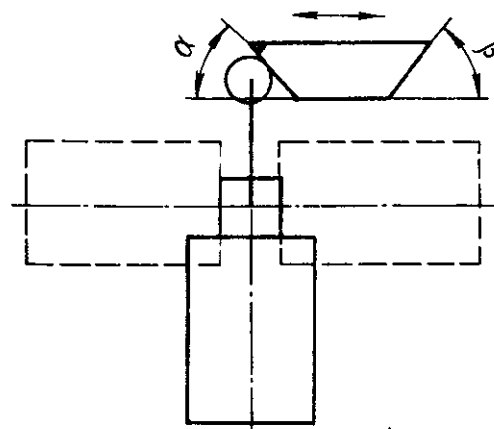

Рис. 3.
5. Выключатели с приводами *рычаг с роликом* и *селективный* (рис. 3) предназначены для работы с проходным реверсивным и нереверсивным упорами, но могут работать и с непроходным реверсивным и толкающим упорами. Угол набегания упора α и сбегания β составляют не более 40° при скорости движения упора до 0,25 м/с и не более 20° при скорости свыше 0,25 м/с.